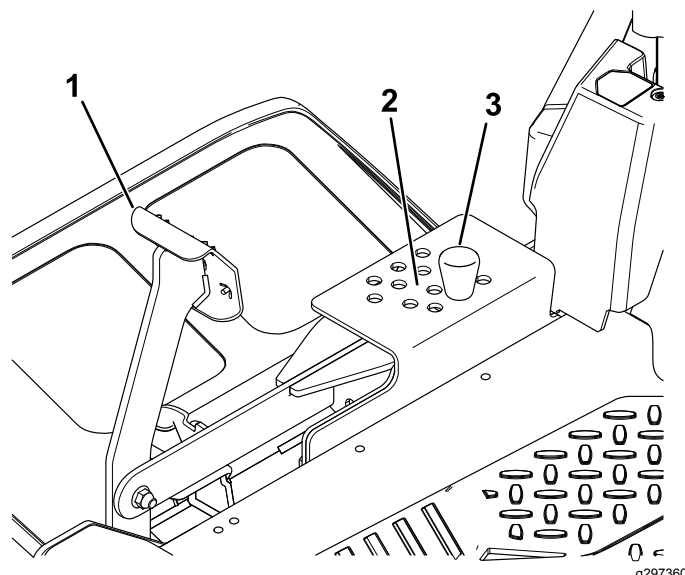

Figura 35
2. Para ajustar, remova o pino do suporte da altura de corte (Figura 35).
3. Selecione um orifício no sistema da altura de corte que corresponda à altura de corte desejada e insira o pino (Figura 35).